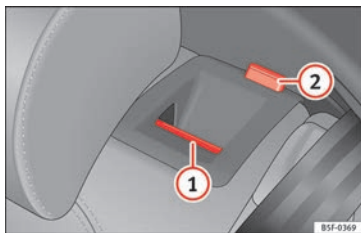

Fig. 151 No encosto do banco traseiro: botão de desbloqueio ①; marca vermelha ②.
- Puxe o manípulo de desbloqueio » **Fig. 151** ① para a frente e, ao mesmo tempo, rebata o encosto.
- O encosto traseiro está desbloqueado quando se vê uma marca vermelha no botão ②.
O encosto traseiro está desbloqueado quando se vê uma marca vermelha no botão » **Fig. 151** ②.